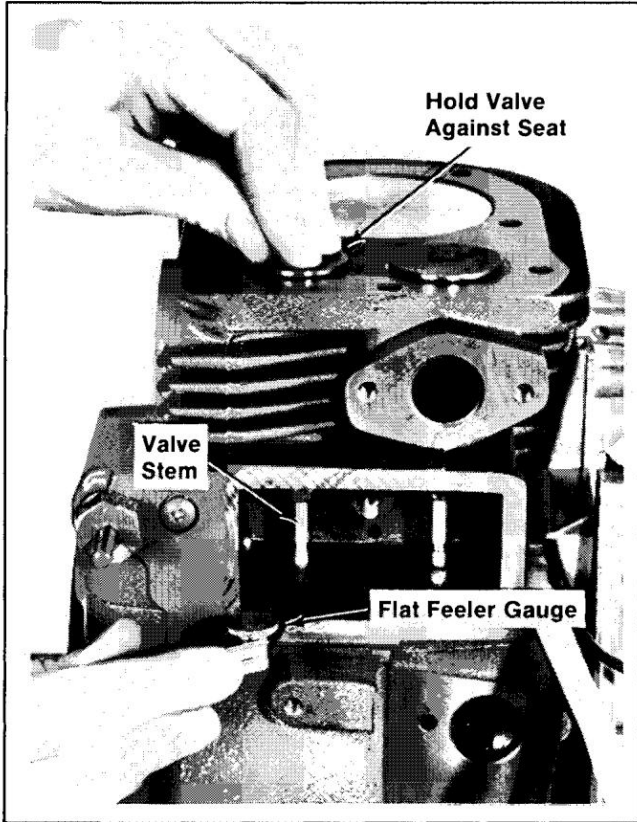

Figure 12-38. Mesure du jeu entre la vanne et le poussoir.
2. Installez les soupapes et mesurez le jeu entre la soupape et le poussoir à l'aide d'une jauge d'épaisseur plate. Reportez-vous à la Figure 12-38.